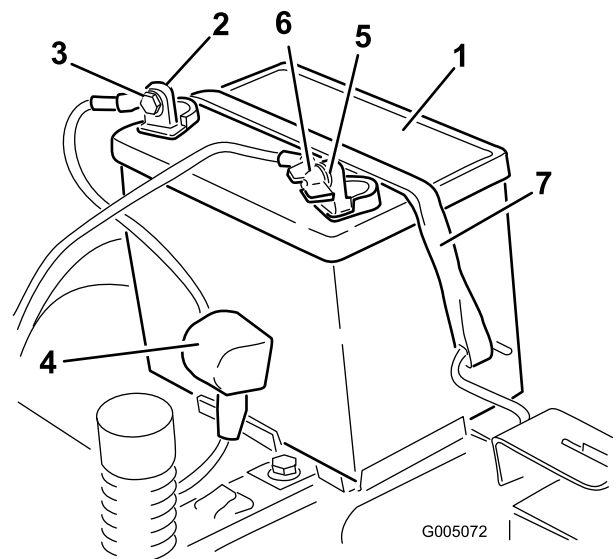

Figure 41
4. Débranchez le câble négatif (noir) de mise à la masse de la borne de la batterie (Figure 41).
6. Débranchez le câble positif (rouge) de la borne de la batterie (Figure 41).
7. Déposez la barrette de maintien de la batterie (Figure 41) et soulevez la batterie de son support.
1. Placez la batterie dans son support (Figure 41).
5. Fixez la batterie en place à l'aide de la barrette de maintien (Figure 41).